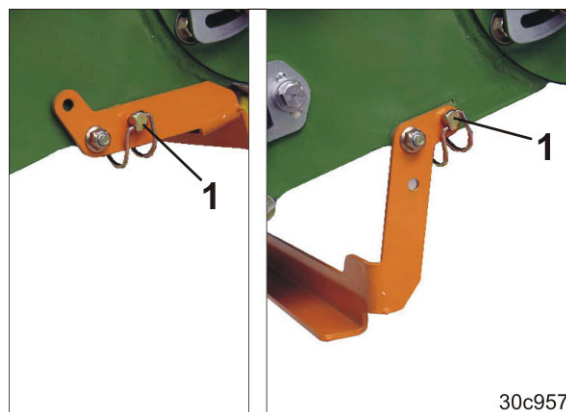

Рис. 256
3. Опустите и зафиксируйте держатель [пружинный фиксатор (Рис. 256/1)].